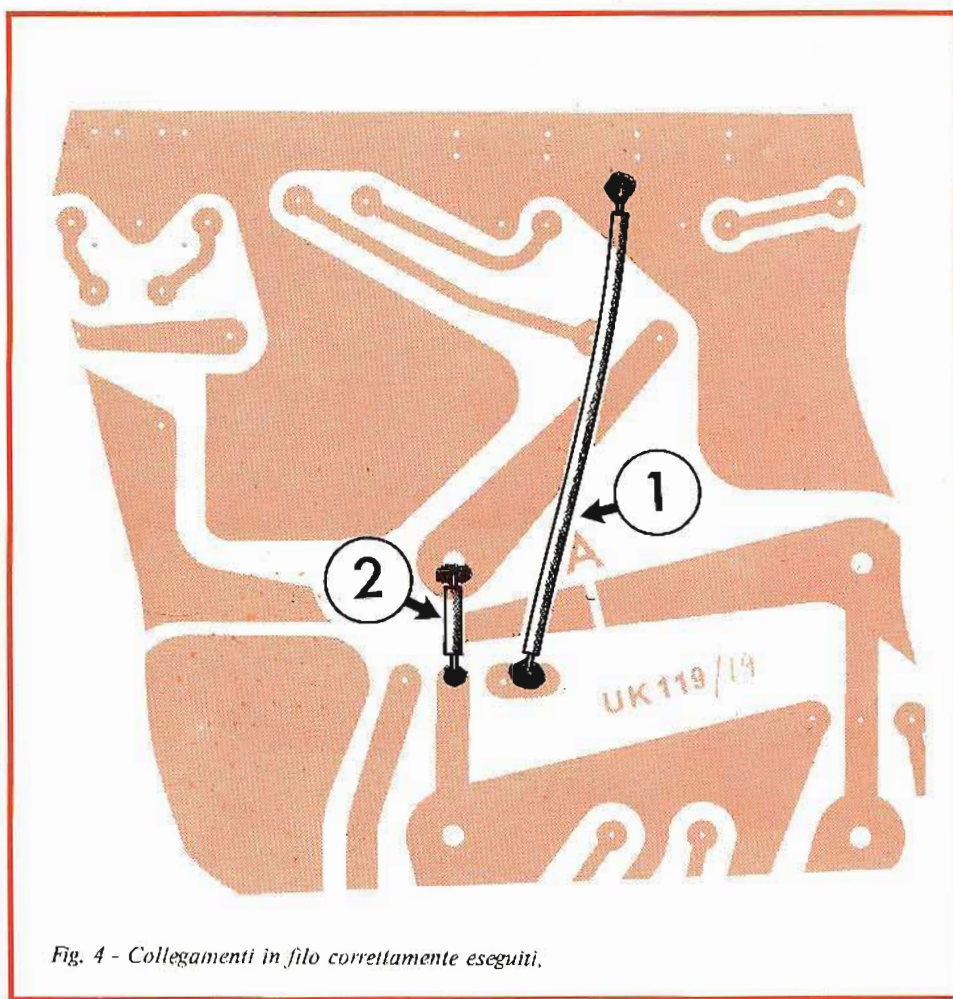

Fig. 4 - Collegamenti in filo correttamente eseguiti.
□ Eseguire i collegamenti in filo (1) e (2) che appaiono sulla Fig. 4. I punti di partenza e di arrivo si possono chiaramente individuare dal disegno.